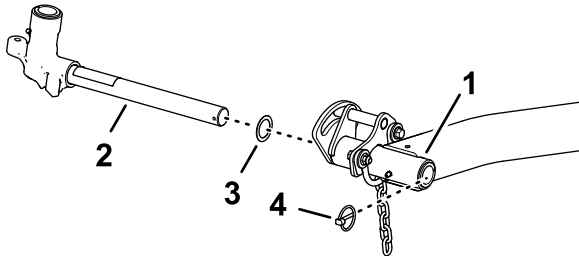

Figura 28
1. Retire el pasador de seguridad y la arandela que fijan el eje pivotante del brazo de elevación al brazo de elevación, y deslice el eje pivotante fuera del brazo de elevación (Figura 28).